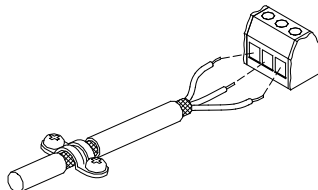

Рис. 27 Пример снятия изоляции кабеля с экраном
- По возможности, оставляйте экран как можно ближе к соединительным клеммам. См. рис. 27.